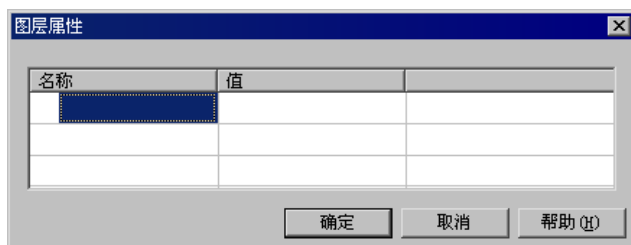

图 11.3.3 “图层属性”对话框
- **属性**：选择此命令，系统弹出图 11.3.3 所示的“图层属性”对话框，可以对图层添加属性操作。